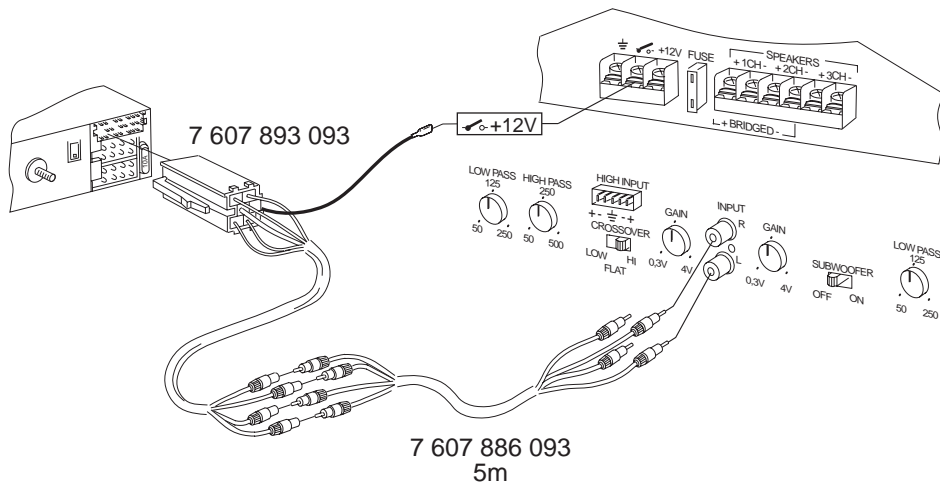

Fig. 6
- No caso de auto-rádios com sistema de ficha com 20 pólos é necessário utilizar o cabo de adaptação 7 607 893 093 Fig. 6